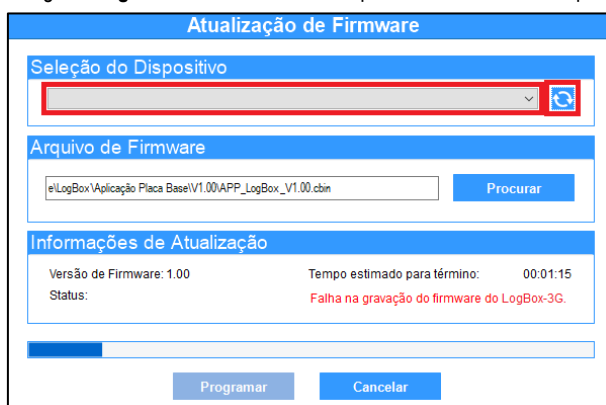

Fig. 52 – Falha na gravação do firmware
- Caso o **NXperience** tenha sido fechado e/ou não seja mais possível encontrar o dispositivo na tela de atualização, como exibido na Fig. 52, é necessário fechar o **NXperience**, desligar o **LogBox 3G** e reconectar o dispositivo à interface USB para uma nova tentativa.